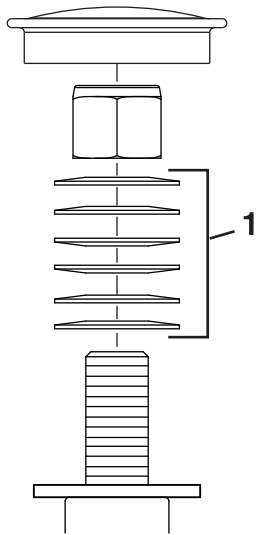

Figure 50
3. Retirez le capuchon protecteur de la roue pivotante et serrez le contre-écrou (Figure 50).
4. Continuez de serrer le contre-écrou jusqu'à ce que les rondelles élastiques soient aplaties, puis desserrez-le d'un quart de tour pour obtenir la précharge correcte des roulements (Figure 50).
Important: Veillez à placer les rondelles élastiques comme montré à la Figure 50.
5. Remettez le capuchon protecteur en place (Figure 50).